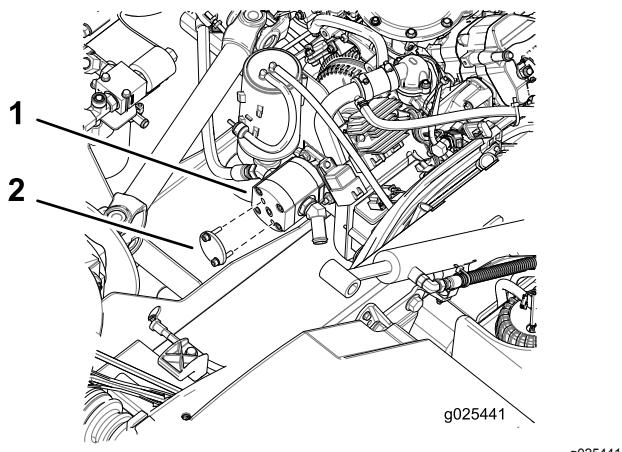

Figura 6
1. Limpie a fondo la zona alrededor de la tapa terminal de la bomba hidráulica para evitar que entre contaminación en la bomba (Figura 6).
2. Retire los 2 pernos que sujetan la tapa terminal a la bomba hidráulica (Figura 6). Retire la tapa terminal.